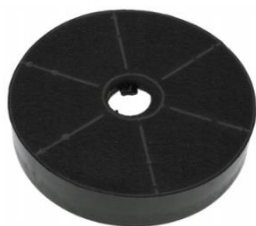
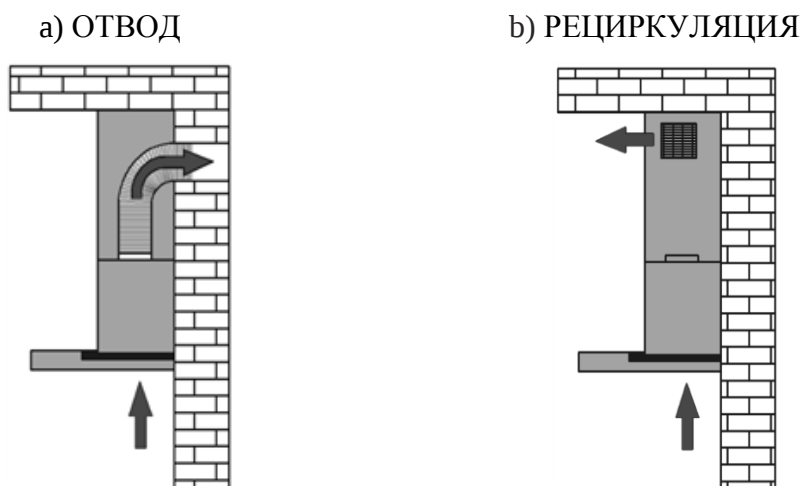

Рис. 5
Рис. 6
1) Отвода (рис. 6а) – воздух удаляется из помещения через соединение вытяжки с вентиляционным каналом жестким пластиковым воздуховодом или гофрированным шлангом диаметром 100 мм с применением соответствующего переходника, который входит в комплект вытяжки. И, таким образом, все кухонные испарения, запахи, гарь и копоть, проходя через многоразовые алюминиевые жироулавливающие фильтры, выводятся за пределы помещения. При данном режиме работы нет необходимости устанавливать угольные фильтры. Режим отвода является наиболее эффективным, поскольку вытяжка удаляет все кухонные испарения за пределы кухни в вентиляционную шахту.
2) Рециркуляции (рис. 6б) – внутренняя циркуляция воздуха через угольные фильтры (рис. 5). Вытяжка в данном случае не подключается к вентиляционной шахте и, таким образом, воздух просто прогоняется через вытяжку внутри кухни.
В этом режиме на вытяжку должны быть установлены угольные запахоулавливающие фильтры (рис. 5). Эти фильтры не входят в комплект вытяжки и приобретаются отдельно. Угольные фильтры следует менять не реже, чем раз в 3 месяца (в зависимости от интенсивности приготовления пищи). Использование вытяжки в режиме рециркуляции снижает ее производительность.